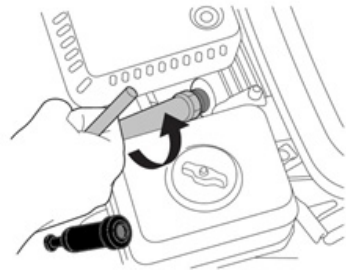

Рис. 23 Обслуживание свечи зажигания
- Измерьте зазор между электродами свечи зажигания специальным щупом. Зазор должен быть $0,7-0,8$ мм (Рис. 23). При увеличении или уменьшении требуемого зазора, рекомендуется заменить свечу, так как регулировка зазора может привести к изменению качества искрообразования.